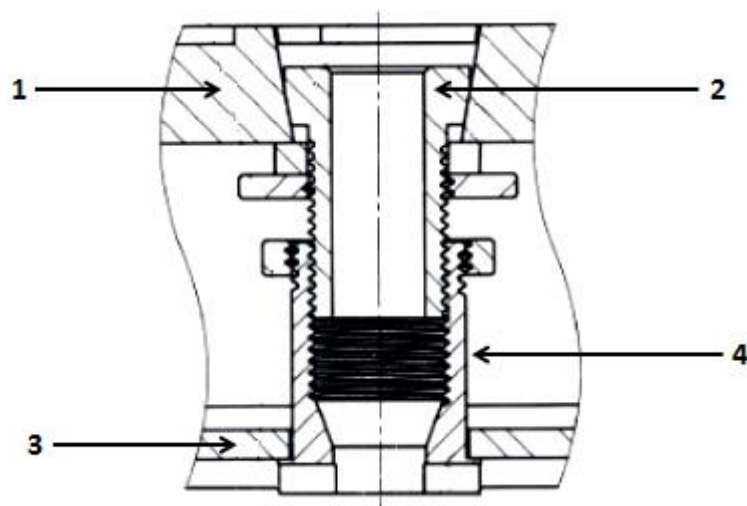

Рис. 5. Разрез запорного механизма УЗЛ-Л ССД:
1.7. Вращая ключ против часовой стрелки, гайку нижней крышки накручивают на винт до упора. При этом положении элементов запорного механизма устройство УЗЛ-Л ССД запирает люк колодца (рис. 5). Верхняя чугунная крышка и нижняя стальная крышка надёжно стягиваются между собой. При этом нижняя крышка с двумя задвижками, зафиксированными в пазах корпуса люка, является своеобразным «якорем», который удерживает чугунную крышку в корпусе люка.